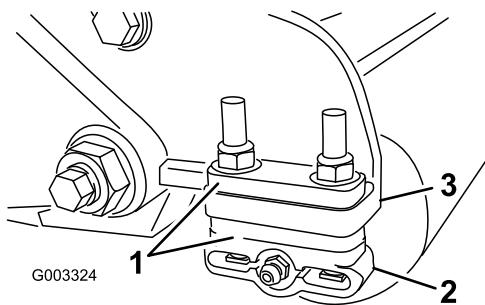

Figura 11
- Ajuste los soportes del rodillo trasero (Figura 11) al intervalo de alturas de corte deseado colocando la cantidad necesaria de espaciadores debajo de la brida de montaje de la chapa lateral (Figura 11), según lo indicado en la Tabla de alturas de corte (página 10).